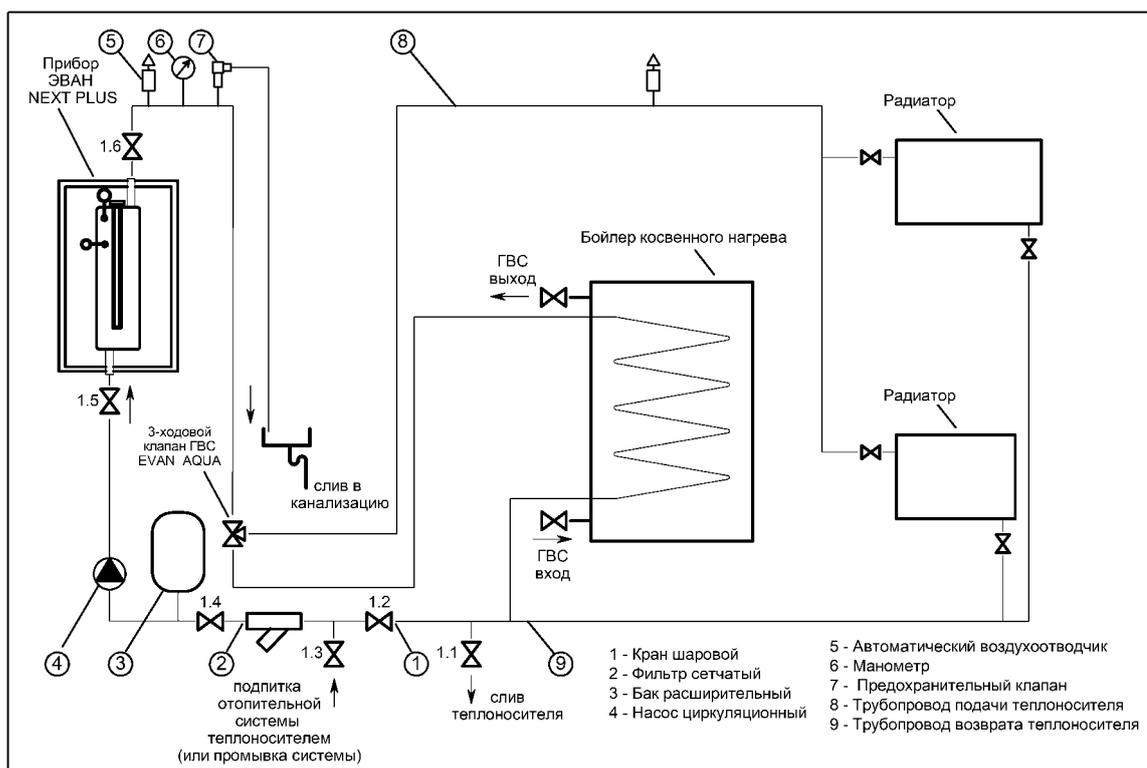

Рисунок 5. Типовая гидравлическая схема системы отопления
4.2.1 Выполните монтаж трубопроводов и других элементов системы отопления и системы ГВС (радиаторы, бойлер косвенного нагрева, воздухоотводчик, запорная арматура и т.п.). Рекомендуемая типовая гидравлическая схема приведена на рис. 5. В системе отопления должны быть обязательно установлены:
5.2.2 Описание действий в п.5.2, п.5.3, п.5.4 выполнено по типовой гидравлической схеме приведённой на рис. 5.